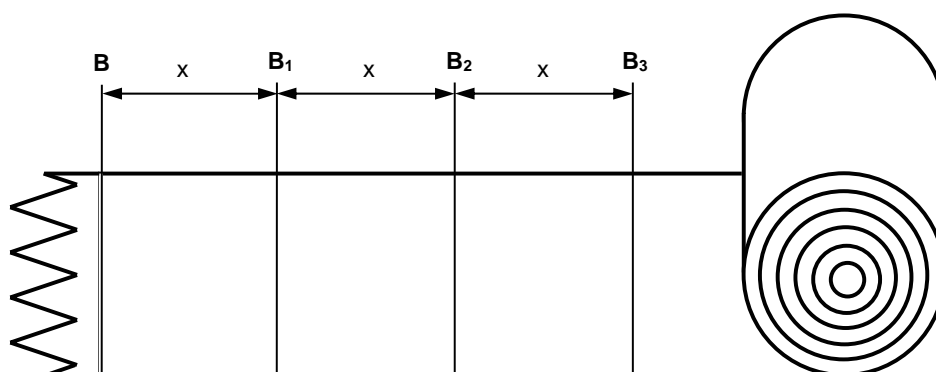

Abbildung 2: Fortfahren und Stanzen in Serie
- Vom letzten Stanzvorgang ist die Markierung B zu sehen. Diese Markierung dient als Anhaltspunkt für den folgenden Mess- und Stanzvorgang gemäss 4.2 (siehe Abbildung 2).